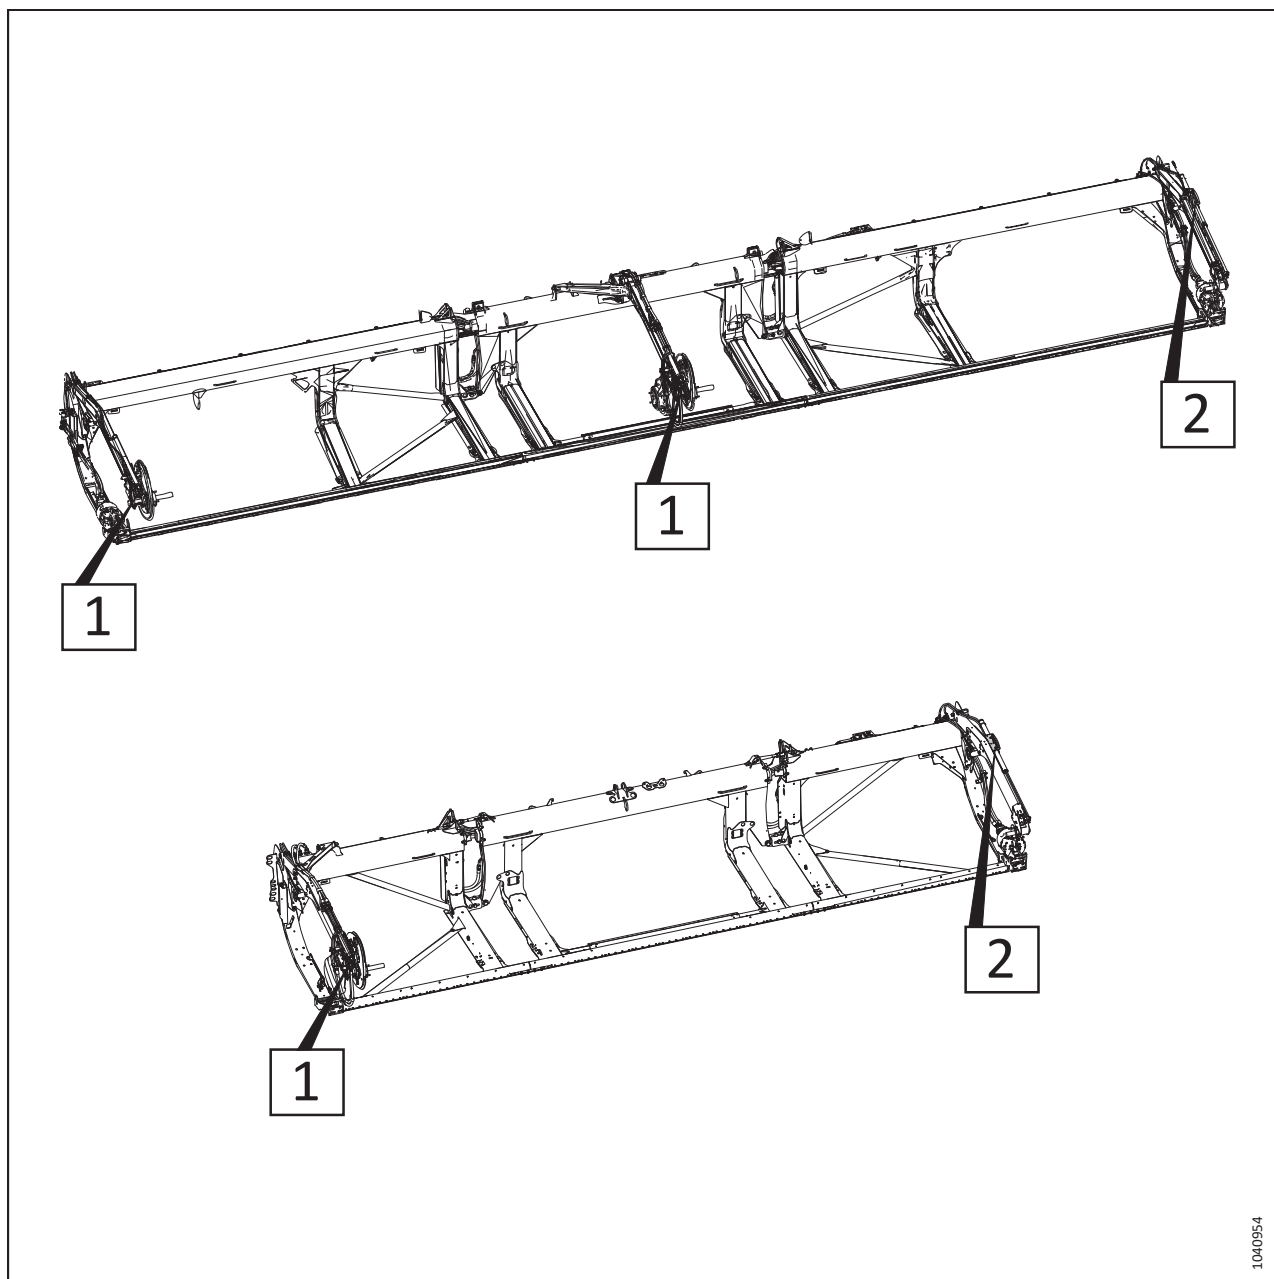

Figure 3.161: Vérins avant-arrière réglables – Numéros de référence des procédures
5. Consultez la figure 3.161, page 153 pour trouver les procédures de réglage des vérins avant-arrière adaptées à votre type de plateforme. Le numéro sur l'illustration se rapporte à l'une des procédures suivantes :